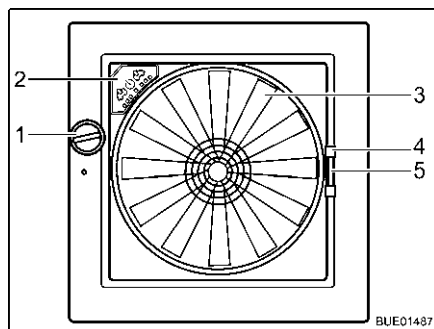

Fig. 109 Clarabóia Omni-Vent
- Gire o botão rotativo (Fig. 109,1), até ter atingido o ângulo de abertura pretendido.
- Gire o botão rotativo (Fig. 109,1) até a clarabóia estar completamente fechada.
- Puxe a mosquiteira pelo manípulo (Fig. 109,4) para o lado oposto da moldura.
- Comprima o manípulo (Fig. 109,5) do dispositivo de escurecimento.
Se a clarabóia estiver aberta, o ventilador de 6 níveis (Fig. 109,3) permite ventilar e extrair o ar da zona interior. O ventilador é operado no painel de controlo (Fig. 109,2).